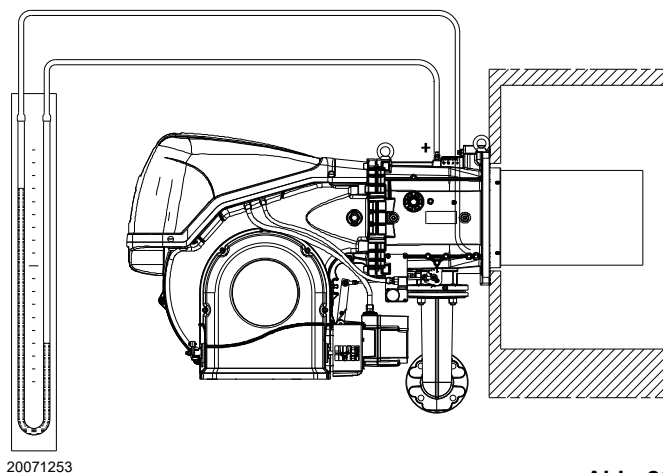

Abb. 23
- Montieren Sie ein U-Rohr-Manometer oder einen Differenzdruckmesser (Abb. 23), mit Entnahmestelle (+) am Gasdruck der Muffe und (-) in der Brennkammer. Damit soll annäherungsweise die Höchstleistung des Brenners mithilfe der Tab. I ermittelt werden.
Sollte keine Zündung erfolgen, kann es sein, dass das Gas nicht innerhalb der Sicherheitszeit von 3 Sekunden zum Flammkopf gelangt. In diesem Fall den Gasdurchsatz bei Zündung erhöhen. Das U-Rohr-Manometer (Abb. 23) zeigt den Gaseintritt an der Muffe an.
Ein Richtwert kann der Tab. I auf S. 23 entnommen werden. Es genügt, den Gasdruck auf dem U-Rohr-Manometer abzulesen, siehe Abb. 23 auf S. 25 und den Anweisungen zu folgen.